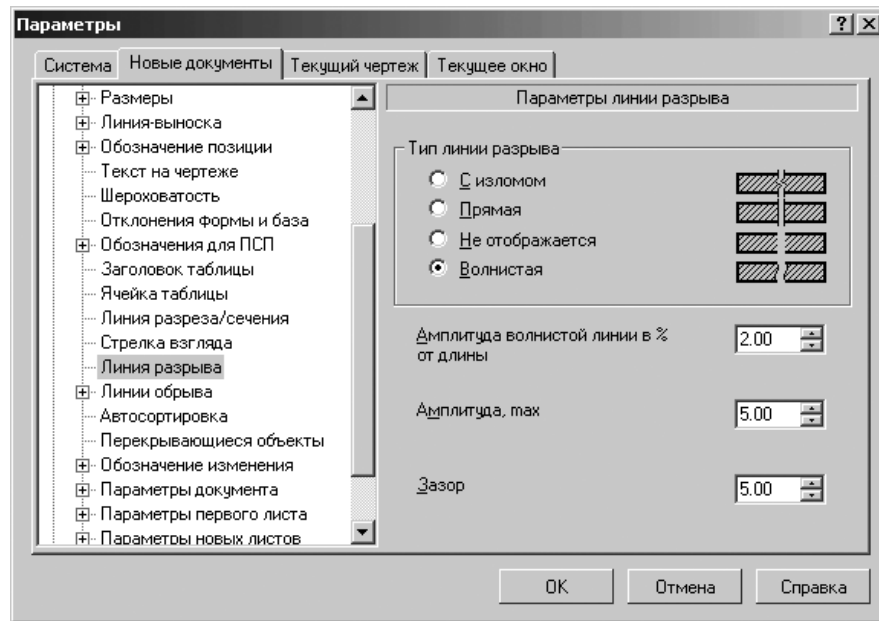

Рис. 10.70. Диалоговое окно **Параметры** с открытой вкладкой **Новые документы** и панелью **Параметры линии разрыва**
- щелкните в списке настраиваемых элементов **Графический документ** по пункту **Линия разрыва**. В правой части появится панель **Параметры линия разрыва**, показанная на рис. 10.70;